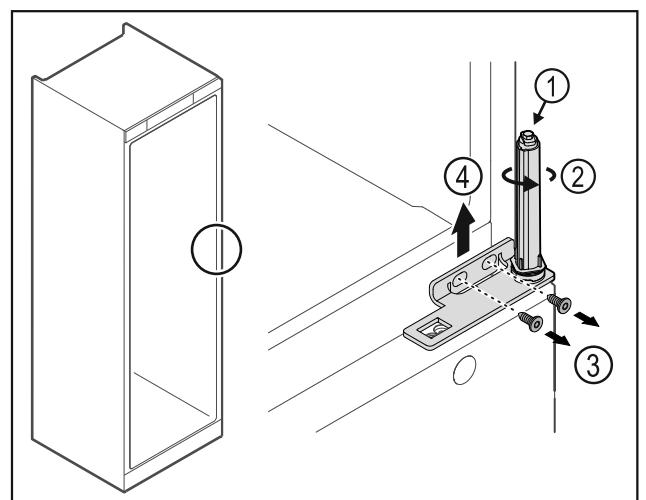

Fig. 32
- ▶ Nu dezasamblați sistemul de închidere al ușii Fig. 32 (1).
- ▶ Rotiți Fig. 32 (2) sistemul de închidere, până când face clic.
- ▶ Desfaceți șuruburile Fig. 32 (3), detașați colțarul balamalei în sus Fig. 32 (4).